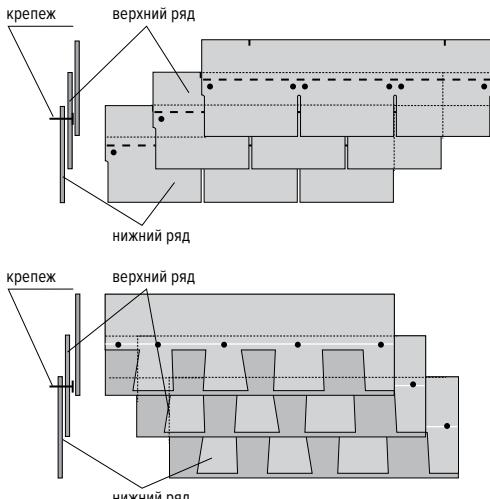
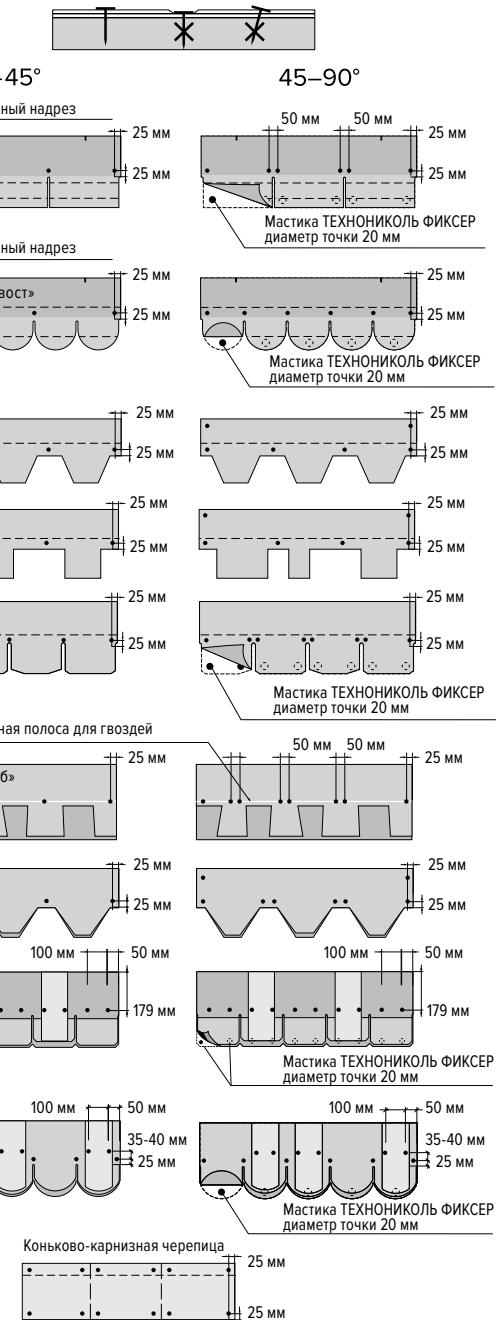

Рис. 13
Рис. 14
Каждая рядовая черепица крепится к основанию кровли с помощью специальных оцинкованных гвоздей с широкими шляпками, количество которых зависит от угла наклона ската. Правильное пришивание специальных гвоздей – очень важный момент. Гвозди следует прибивать таким образом, чтобы шляпка находилась в одной плоскости с поверхностью гибкой черепицы, а не врезалась в нее (Рис. 13).
Правильное расположение гвоздей и их количество для каждой формы гибкой черепицы указано на рис. 14.
**ВНИМАНИЕ!** В форме нарезки «драконий зуб» гвоздь одновременно должен крепить место нахлеста двух составных частей черепицы (Рис. 13). Для ориентира завод-производитель наносит специальную монтажную линию на лицевую поверхность черепицы (Рис. 14). По месту монтажа следует убедиться, что данное условие выполняется. Для монтажа коллекций Континент и Атлантика следует применять гвозди длиной 45 мм.